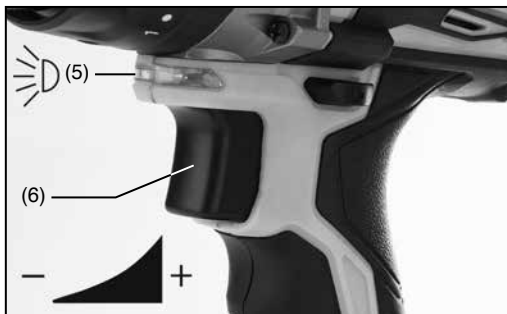

FIG. 3
6.3 VARIABLE SPEED TRIGGER – FIG.3